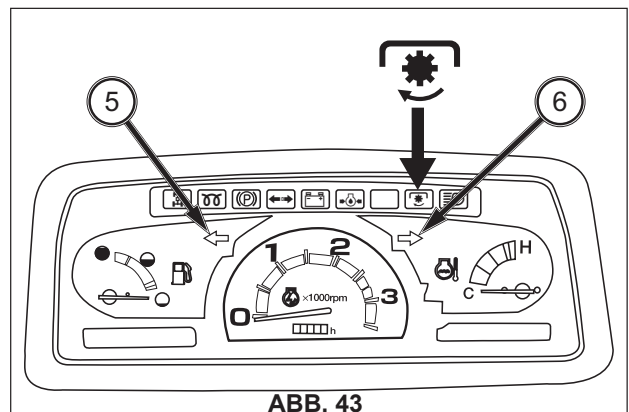

ABB. 43
**ABB. 43:** Die Kontrollleuchten für die Blinker bzw. Warnblinkanlage (5) und (6) zeigen den Einschaltzustand der vorderen und hinteren Kombileuchten. Auf diese Weise kann der Fahrer einfach feststellen, ob er die Warnblinkanlage eingeschaltet hat.